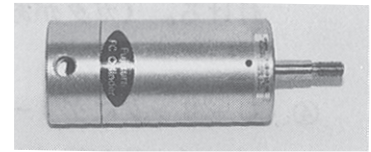

Fig.9
- ⑦ 締め付け治具で、シリンダの継目が密着するまで (ボンネットとシリンダ本体内のロックリング溝が互いに一致する位置まで) シリンダの両端面を平行に圧着する。
- ⑧ a) 作業台上で、ロックリングの歪みをハンマーで叩いて直線に直す。
- ⑨ ロックリング挿入孔にリングの丸い方の先端を挿入し、ハンマーでリング材の反対端を叩きながら、少しづつロックリング溝に沿って環状にリングを押し込む。
- ⑩ ロックリングの先端が挿入孔に現れたら、ドライバーでリングの後端をこじ下げてリング溝内に押し込む。
- ⑪ 締め付け治具を弛めてシリンダから取り外す。
- ⑫ ラベルをシリンダに貼りつけて、ロックリング挿入孔を覆う。(Fig.9)